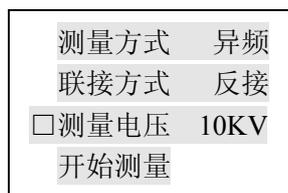

图 6 测量电压
③ 按“ENT”键，光标进入“联接方式 正接”，按“▲”、“▼”键，则调整为“联接方式 反接”，按“ESC”键，光标移至首位，再按“▼”键，将光标移至下一排“测量电压”前，见图 6 所示。